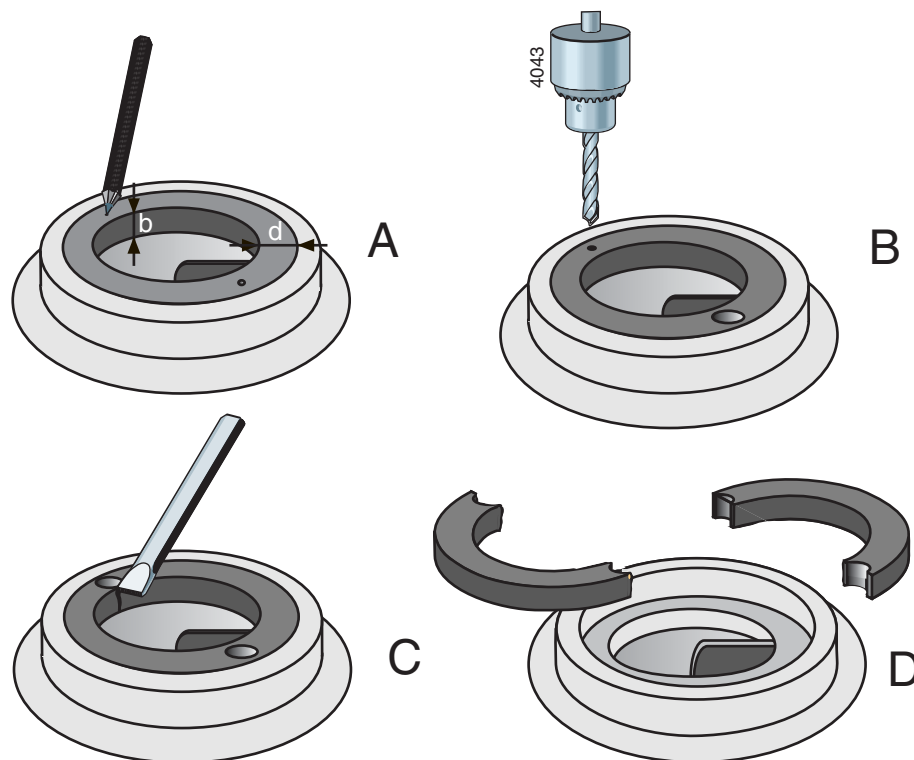

Рисунок 16: Извлечение компенсационного кольца
- 1 Измерьте толщину (d) и ширину (b) кольца, см. Рисунок 16 A.
- 2 Прodelайте центрующие отверстия посередине кромки кольца в двух противоположных точках, см. Рисунок 16 B.
- 3 С помощью сверла с диаметром несколько меньшим, чем толщина кольца (d), просверлите в кольце два отверстия, см. Рисунок 16 C. Глубина сверления не должна превышать ширину кольца (b). Старайтесь не повредить установочную фаску корпуса насоса.
- 4 Пользуясь зубилом, вырубите оставшуюся часть толщины кольца. Теперь кольцо можно разделить на две части и извлечь его из корпуса насоса, см. Рисунок 16 D.